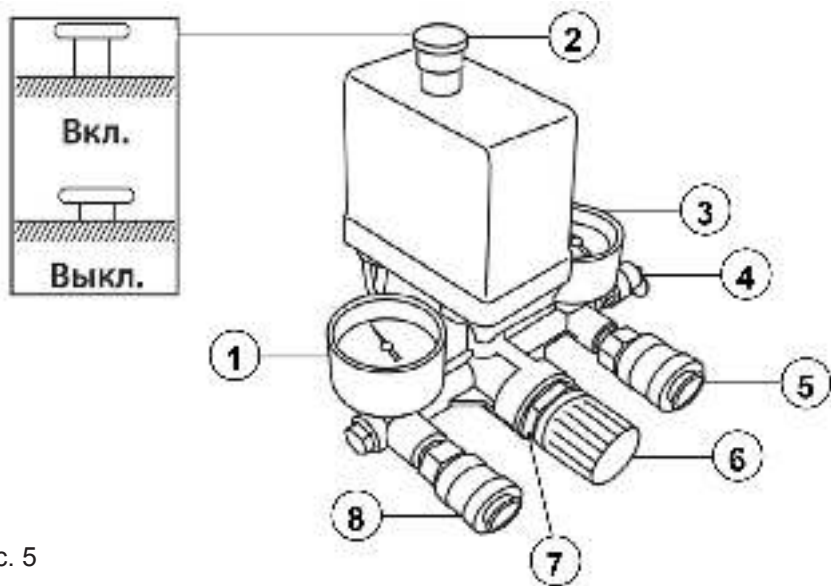

Рис. 5
2. Подключите вилку электрокабеля питания в соответствующую розетку, имеющую контакты заземления, предварительно проверив, что выключатель реле давления 2 (Рис. 5) находится в положении выключено «О» (OFF).
4. Включите компрессор красной кнопкой реле давления (прессостата), потянув ее вверх в положение Вкл. (Рис. 5). Компрессор запустится и начнет накачивать воздух в ресивер. После достижения заданного верхнего уровня давления компрессор остановится. По мере расходования воздуха давление в ресивере падает и, когда оно достигает нижнего заданного уровня (разница между верхним и нижним уровнем давления 2 бар), компрессор автоматически включится. Компрессор продолжает выполнять этот цикл в автоматическом режиме до тех пор, пока его не выключить с помощью выключателя реле давления, нажав его вниз в положение Выкл. (Рис. 5)
Давление в ресивере можно проверить по показаниям манометра 3 (Рис. 5).
Регулировка давления возможна только на выходе 8 (Рис. 5). Давление на выходе регулируется ручкой редуктора 6 (Рис. 5). Вращая ручку редуктора по часовой стрелке, давление на выходе увеличивается, против – уменьшается.
Для визуального контроля давления на выходе используется манометр 1 (Рис. 5).
После регулировки выходного давления на редукторе необходимо зафиксировать ручку редуктора контргайкой 7 (Рис. 5).
Для останова компрессора нажмите на кнопку прессостата в положение Выкл. (Рис. 5). После завершения работы с компрессором отключите его от электросети и стравите воздух из ресивера.